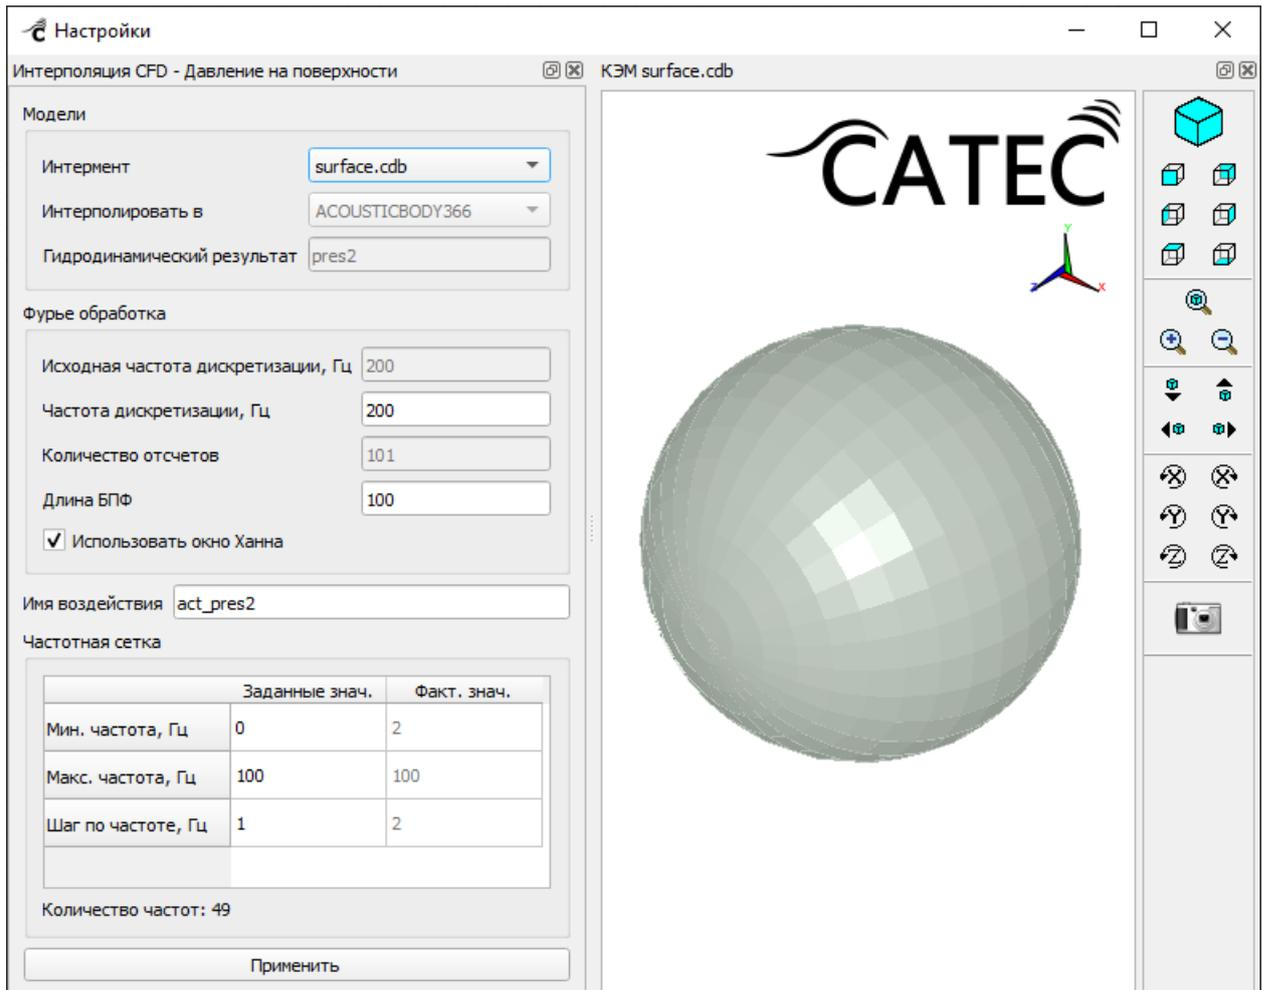

Рисунок 78 – Окно настроек карточки "Интерполяция CFD" в случае интерполяции давлений на поверхности.
1. Выбрать из списка название интермента акустической модели, в узлы которой будет проводиться интерполяция. Список содержит названия всех имеющихся интерментов в проекте. Сразу после завершения выбора, вход "интермент" карточки "Интерполяция CFD" соединится с выходом соответствующей карточки "фрагмент" (Рисунок 78).